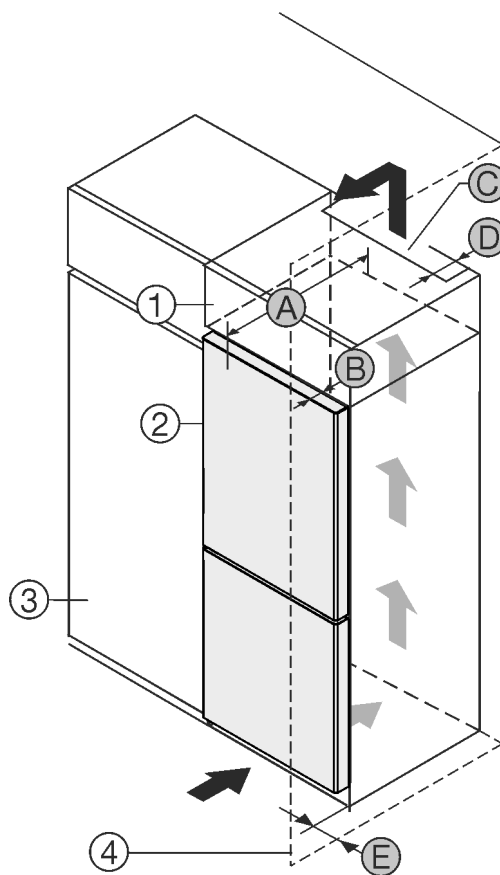

Fig. 1
Zariadenie môžete inštalovať priamo vedľa kuchynskej skrine Fig. 1 (3).
Na zadnej strane nastavnej skrine musí byť vetracia šachta s hĺbkou Fig. 1 (D) cez celú šírku nastavnej skrine.
Pod stropom miestnosti sa musí dodržať prierez vetracieho otvoru Fig. 1 (C).
Ak zariadenie nainštalujete so závesmi vedľa steny Fig. 1 (4), tak vzďialenosť medzi zariadením a stenou musí byť minimálne 13 mm.
Ak zariadenie nainštalujete so závesmi vedľa steny Fig. 1 (4), tak vzďialenosť medzi zariadením a stenou musí byť minimálne 20 mm.
Aby ste mohli dvere úplne otvoriť, zariadenie musí vyčnievať o hĺbku dverí Fig. 1 (B) prednej časti kuchynskej skrine. V závislosti od hĺbky kuchynských skrií Fig. 1 (3) a použitia dištančných držiakov na stenu môže zariadenie prečnievať ešte viac.